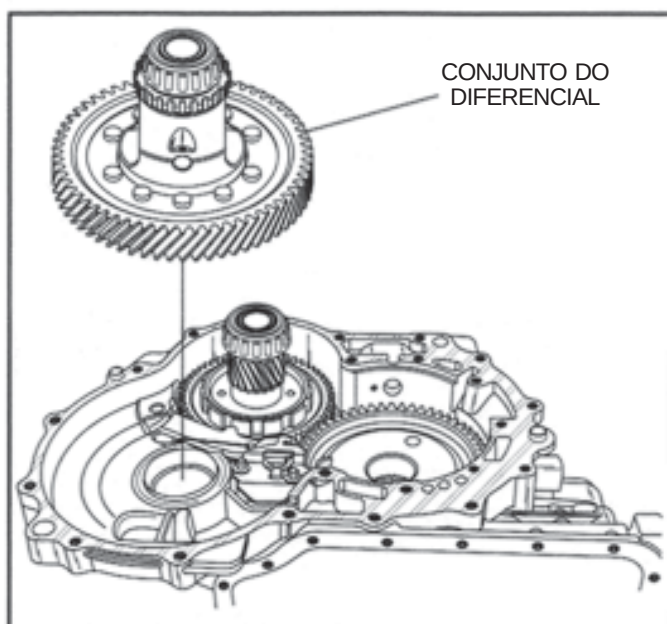

Figura 135
49. Instale dentro da carcaça da transmissão o conjunto do diferencial montado, conforme ilustrado na Figura 135.